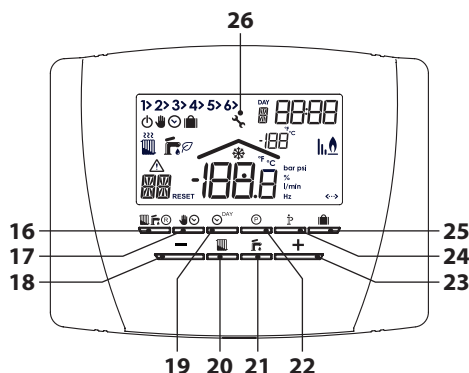
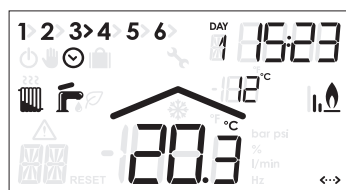
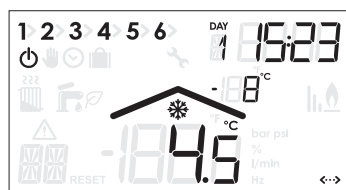

Figura 2.3
Figura 2.4
Figura 2.5
- Premere il tasto 16 (Figura 2.3) fino a visualizzare le icone  e  (Figura 2.4).
- Premere il tasto 17 (Figura 2.3) per selezionare il modo di funzionamento  (manuale) o  (automatico) (Figura 2.4).
- Premere il tasto 16 (Figura 2.3) fino a visualizzare solo l'icona (Figura 2.4).
- Premere il tasto 16 (Figura 2.3) fino a visualizzare solo l'icona (Figura 2.5).
- Premere il tasto 20 (Figura 2.3): il display mostrerà il set impostato per il circuito di riscaldamento.
- Premere il tasto 18 (diminuzione) o 23 (aumento) (Figura 2.3) per impostare il valore di temperatura desiderato.
- Premere il tasto 21 (Figura 2.3): il display mostrerà il set impostato per l'acqua calda sanitaria.